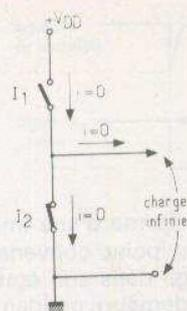
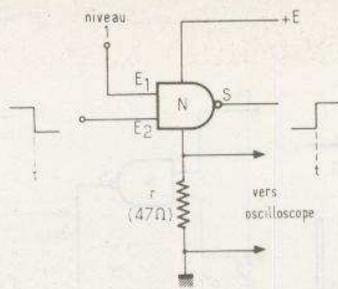
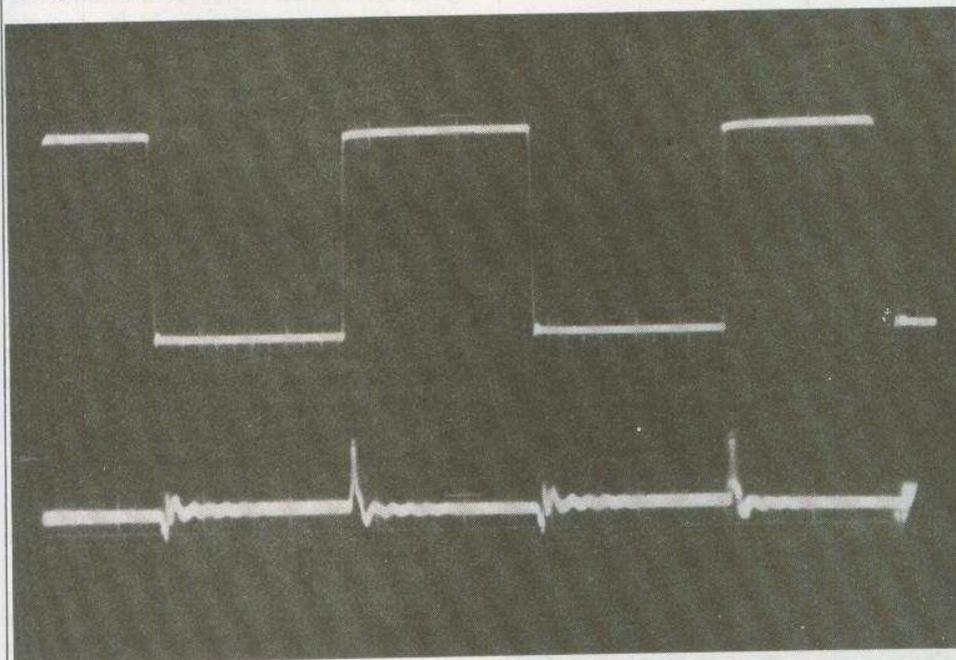

Fig. 1
Fig. 3
Fig. 4
Voyons maintenant les commutations confiées à un rotacteur trois voies/quatre positions mono-bloc (forme potentiomètre). Tout d'abord le commun  $S_1$  relié à la broche « 2 » du régulateur  $CI_2$ , qui est mis à la masse en « a » (générateur 5 V) ou relié à  $P_2$  en « b » (générateur 10 mA). Le commun  $S_2$  aiguille en « c » la tension 5 V sur la douille banane « B », ou le courant constant en « d » sur la douille « A ». Enfin, le commun  $S_3$  détermine le gain en tension de  $CI_1$ , en « e »  $g = 1$ , en « f »  $g = 100$  et 10 en « g ». (Voir figure 3).
La seule particularité et difficulté réside dans l'implantation directe du rotacteur  $K_1$  avec ses douze bornes périphériques et ses trois bornes concentriques ; il faudra donc un perçage précis de l'époxy. Pour mieux reconnaître les quatre bornes qui dépendent d'un commun, il suffit de se souvenir que celui-ci est situé « entre » les bornes des 2e et 3e positions (voir figure 3). Une chance que les deux marques les plus répandues « LORLIN » (plastique) et « A.B. » (métal) aient la même implantation ! Les modèles pour circuits imprimés sont difficiles à trouver et comme nous, vous devrez peut-être couper les cosses en pointe, afin qu'elles pénètrent dans le module percé à  $\varnothing 1,3 \text{ mm}$ . Le repérage n'a aucune importance puisque les trois positions possibles sont équivalentes.
- Si la sortie se trouve à l'état 1, l'interrupteur  $I_1$  est fermé, mais  $I_2$  est ouvert. Comme aucun courant ne circule à travers la charge supposée infinie, non plus qu'à travers la porte puisque  $I_2$  s'y oppose (fig. 1), l'alimentation ne débite donc pas, et la consommation est rigoureusement nulle.
Au moment de la commutation, et pendant un très court instant, les deux « interrupteurs » des figures 1 et 2, se trouvent simultanément fermés : il passe donc, à cet instant, une brève pointe de courant, qu'on peut mettre en évidence grâce au montage de la figure 3, appliqué à une porte NAND d'un circuit 4011. Au moment  $t$  où bascule le niveau de l'entrée  $E_2$ , donc celui de la sortie  $S$ , la pointe de courant traverse la faible résistance  $r$ , et y crée une chute de tension qu'on peut observer à l'oscilloscope. C'est ce qu'illustre l'oscillogramme de la figure 4, où la trace supérieure repré-
Naturellement, il n'existe pas toujours une relation de phase particulière entre les tensions des entrées  $E_1$  et  $E_2$ , comme nous l'avons supposé dans la figure 4, et